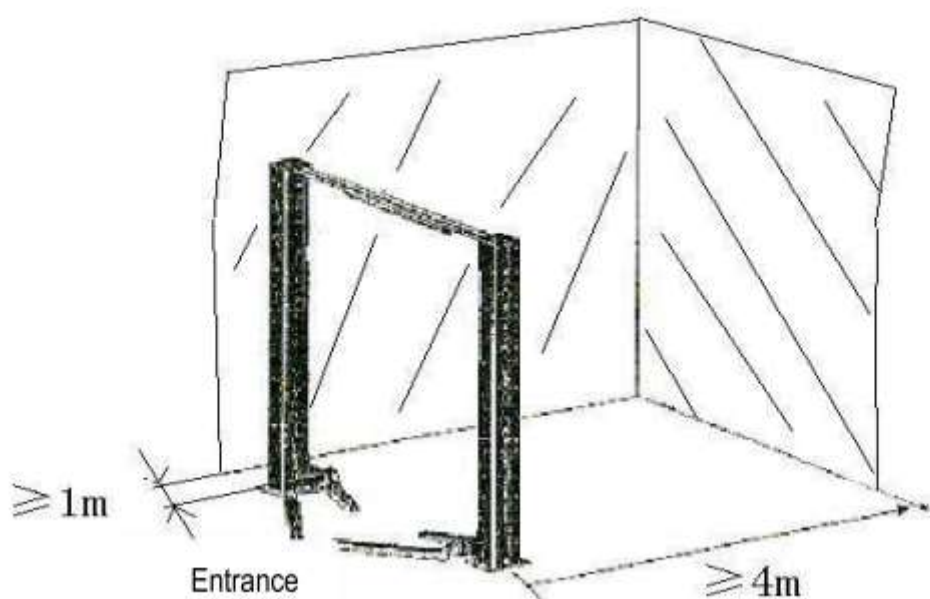

Рис. 8
- Спереди и сзади подъёмника должно быть зарезервировано достаточно места для размещения всех автомобилей (рис. 8). (При оценке от осевой линии каждый край должен составлять примерно 4 м.)